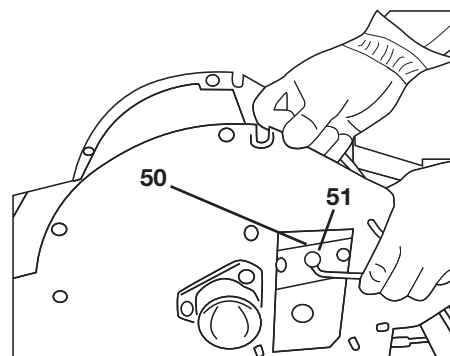
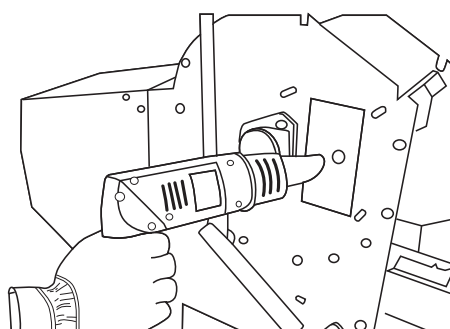

Bild 43
Bild 44
- Rotor so drehen (50), dass das Messer (51) durch die Öffnung sichtbar ist (siehe „Bild 43“).
- Senkschraube (SW 5) am Messer (51) lösen und herausdrehen.
**Hinweis:** Die Senkschrauben sind mit hochfestem Schraubensicherungskleber eingeklebt und müssen vor dem Lösen erwärmt werden, z. B. mit einer Heißluftpistole (siehe „Bild 44“).
**Hinweis:** Die Senkschrauben wurden mit mittelfestem Schraubensicherungskleber (Loctite 243) eingeklebt und lassen sich dadurch schwer lösen (siehe „Bild 44“).